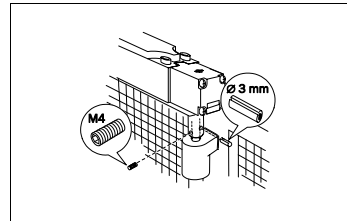

Abb. 2: Sicherstellung des Formschlusses zwischen Schaltwelle und Scharnier
- Schaltwelle des Sicherheitsschalters und Scharnier mit Madenschraube M4 und Passstift Ø 3 mm verbinden (siehe Abb. 2).